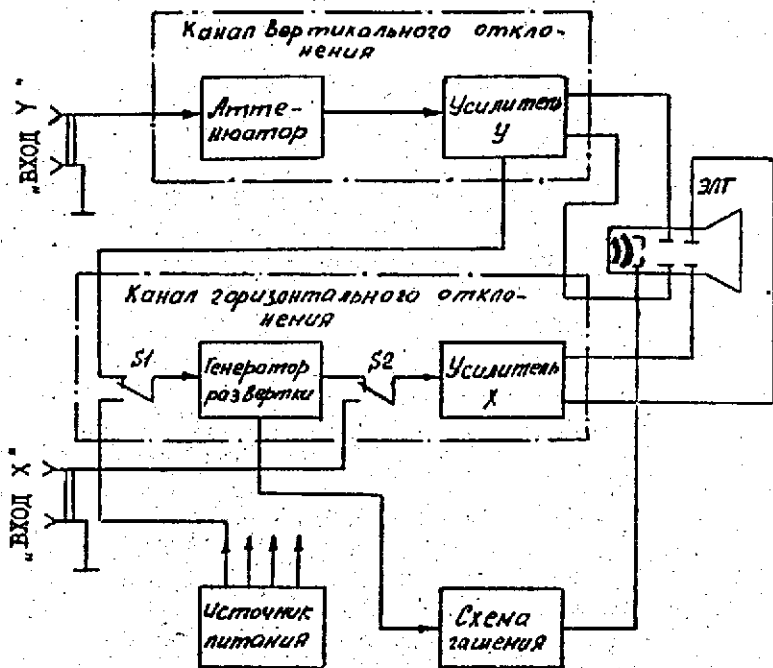

Рис. 5.1
- 5.1. Схема электрическая структурная прибора представлена на рис. 5.1.